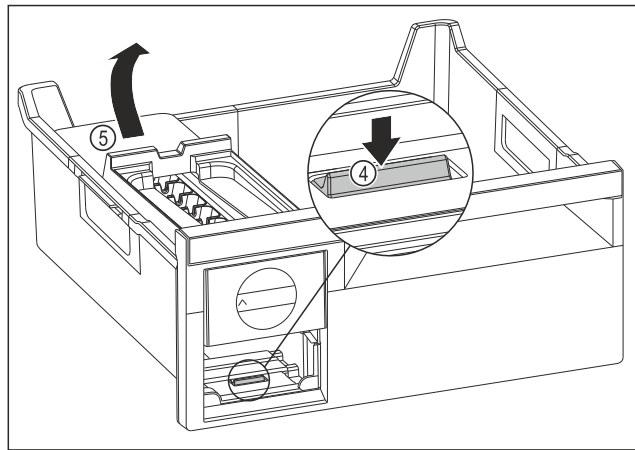

Fig. 87
- ▶ Wymywanie korpusu EasyTwist-Ice: Nacisnąć nakładkę Fig. 87 (4) palcem w dół i jednocześnie podnieść korpus EasyTwist-Ice Fig. 87 (5) od tyłu drugą ręką.